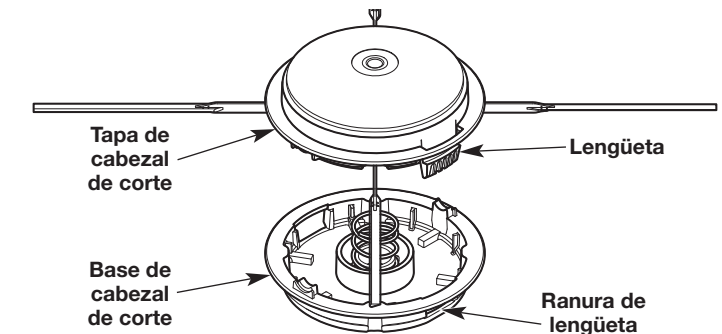

Fig. 25
- Desconecte el tapón del cabezal de corte de la base del cabezal de corte: Presione con firmeza una lengüeta del tapón del cabezal de corte (Fig. 25). Use el pulgar. Si es necesario, utilice un destornillador de cabeza plana:
- Mientras sostiene el destornillador en el lugar, gírelo suavemente para destrabar la lengüeta del panel de las ranuras (Fig. 25).
- Alinee las lengüetas de la tapa del cabezal de corte con las ranuras de la base del cabezal de corte (Fig. 25). Empuje la tapa del cabezal de corte de la base del cabezal de corte hasta que las dos lengüetas queden insertadas a presión.